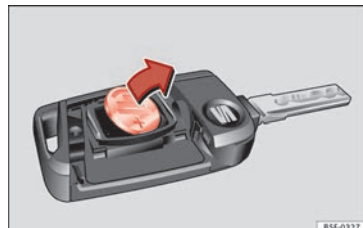

Abb. 128 Fahrzeugschlüssel: Batterie herausnehmen.
- Batterie mit einem geeigneten dünnen Gegenstand aus dem Batteriefach heraushebeln » **Abb. 128.**
- Neue Batterie wie gezeigt ansetzen » **Abb. 128** und entgegen der Pfeilrichtung in das Batteriefach drücken » **🔑**.